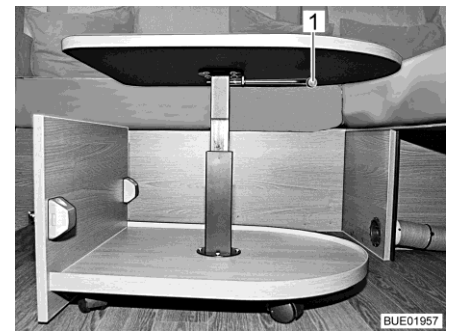

Fig. 136 Mesa de centro extendida
- Girar la palanca de bloqueo (Fig. 136,1) 90° hacia abajo.